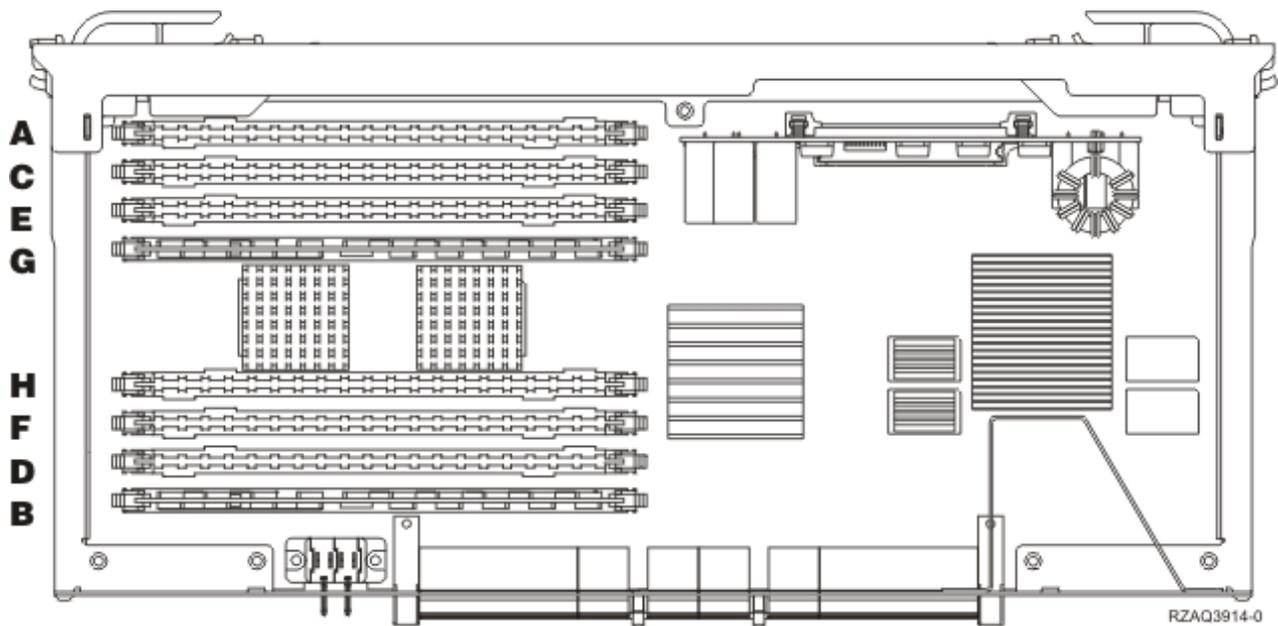

Figura 31. Localizações da Memória no Conjunto de Placas
- A **Figura 31** mostra as localizações da placa de memória no conjunto de placas de memória principal.